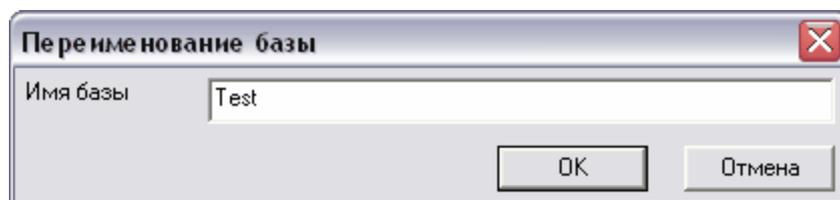

Рис. 7. Переименование базы
**Переименовать БД.** Для этого нажмите на кнопку **Переименовать БД**. При этом появится диалоговое окно (Рис. 7). Введите новое имя базы и нажмите на кнопку **Ок**.